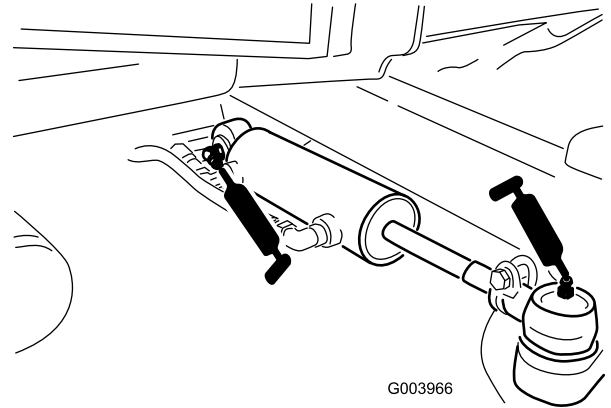

図 56
- ステアリングシリンダのボールジョイント 2ヶ所 図 56